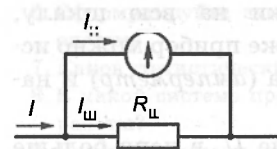

Рис. 3.1
Пусть сопротивление шунта $R_{ш}$ (рис. 3.1), а внутреннее сопротивление измерительного прибора r .
Из рис. 3.1 видно, что $I = I_n + I_{ш}$. Так как $I_n r = I_{ш} R_{ш}$, то:
4. При включении амперметра с шунтом в цепь подводящие провода можно присоединить непосредственно к клеммам измерительного прибора или к шунту (точки A и B на рис. 3.1). Какое включение предпочтительнее? Почему?